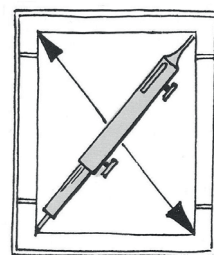

Fig. 3
- Karmens båda diagonalmått blir lika (se fig. 3).